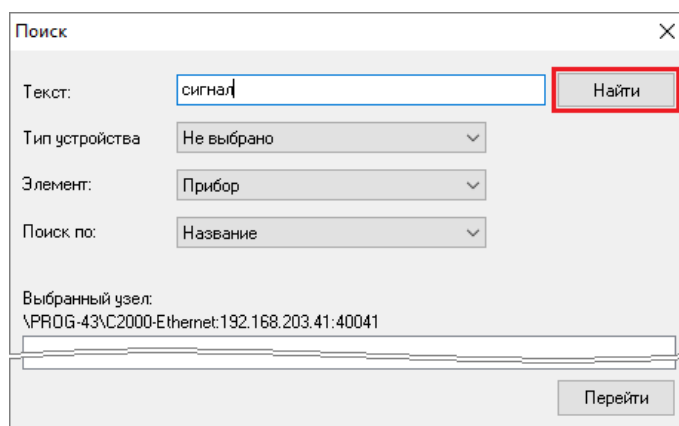
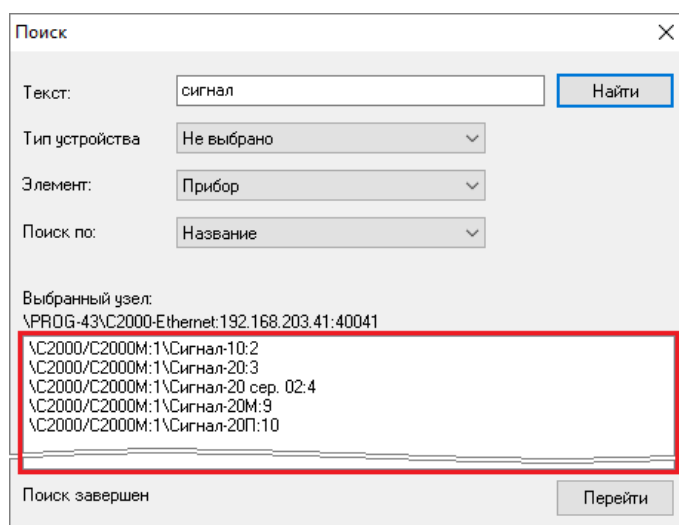

Рисунок 6-29 Инициализация поиска заданного текста в названии приборов
Рисунок 6-30 Отображение найденных по заданным параметрам элементов в области отображения результатов поиска
- 2) в открывшемся окне «Поиск» (см. п. 6.3.1.1.2.1) задайте параметры поиска (см. п. 6.3.1.1.2.1.1) и нажмите кнопку поиска «Найти» (см. Рисунок 6-29). В области отображения результатов поиска отобразятся элементы, найденные в структуре выбранного узла по заданным параметрам (см. Рисунок 6-30);